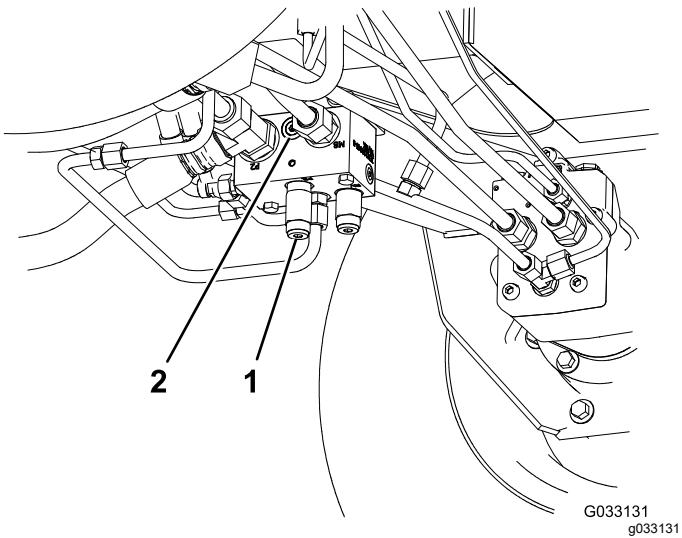

Bild 43
- Toro Bestellnummer 340-77, Hydraulikanschlussstück (2)
1. Installieren Sie das Diagnose-Anschlussstück in dem unmarkierten Anschluss zwischen den Anschlüssen M8 und P2 am Heckantriebverteiler (Bild 43).